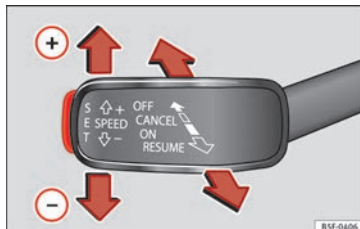

Bild 49 Till vänster om rattstängens: Tredje spaken för användning av farthållarsystemet.
- Slå på farthållaren: flytta den tredje spaken till **ON** » **bild 49**. Systemet slås på men det kontrollerar inte hastigheten eftersom ingen hastighet har programmerats in.
- Aktivering av farthållaren: Tryck på **SET** » **bild 49**-knappen. Den memorerar och bibehåller den aktuella hastigheten.
- Stänga av farthållarsystemet tillfälligt: flytta spaken till **CANCEL** » **bild 49** och släpp den eller tryck ner bromspedalen. Farthållarsystemet stängs av tillfälligt.
- Omaktivera farthållaren: Flytta spaken till **RESUME** » **bild 49** och släpp den. Den memoriserade hastigheten sparas och kontrolleras igen.
- Stänga av farthållarsystemet tillfälligt: Flytta den tredje spaken till läge » **bild 49** till **OFF**. Systemet kopplas från och den memorerade hastigheten raderas.